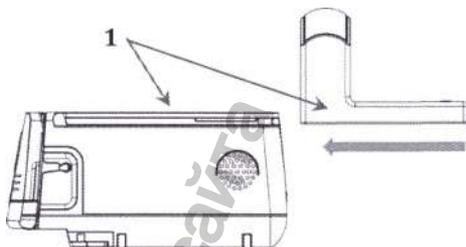

Рис. 10. Установка ручки для переноски.
С помощью направляющих (1) на верхней части корпуса помпы и в ручке установите ее, как показано на рис. 10.